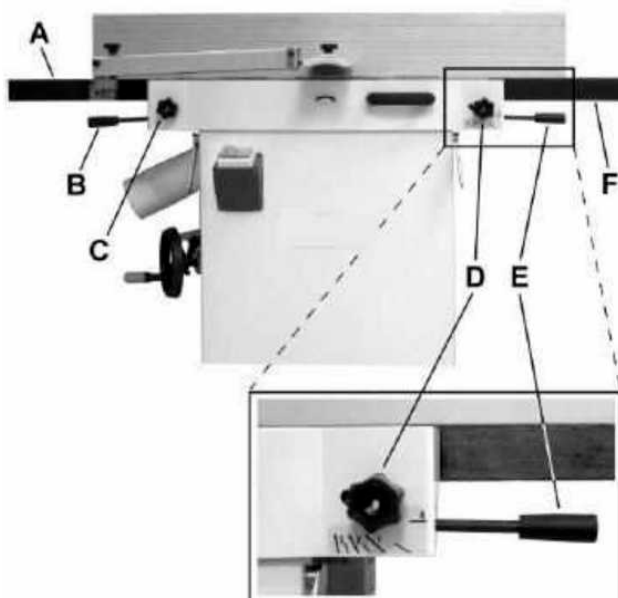

Рисунок 6
См. рис. 6.
2. Снимите защитный кожух фрезерной головки (В, рис. 6).